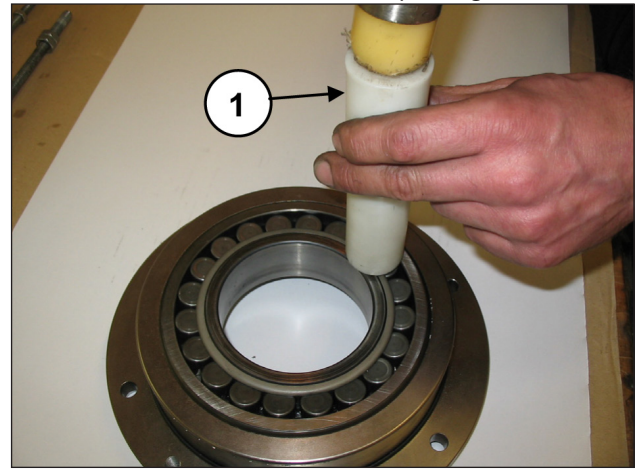

Fig. 25
Désassembler le couvercle du support de coussinet du coussinet à l'aide d'un outil à inertie (rep. ①, Fig. 25).